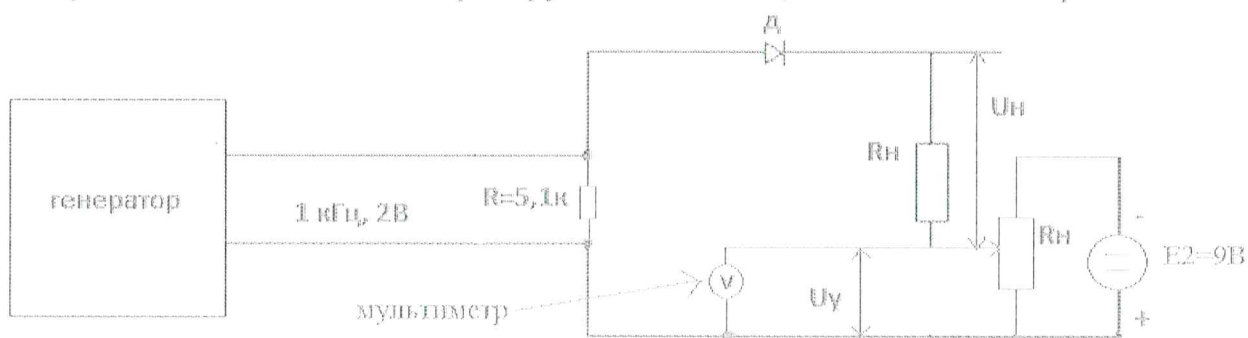

Рис. 4
2.6. Не изменяя параметров выходного сигнала генератора, изменить схему подключенного к генератору 4-полосника, как показано на рис. 4.